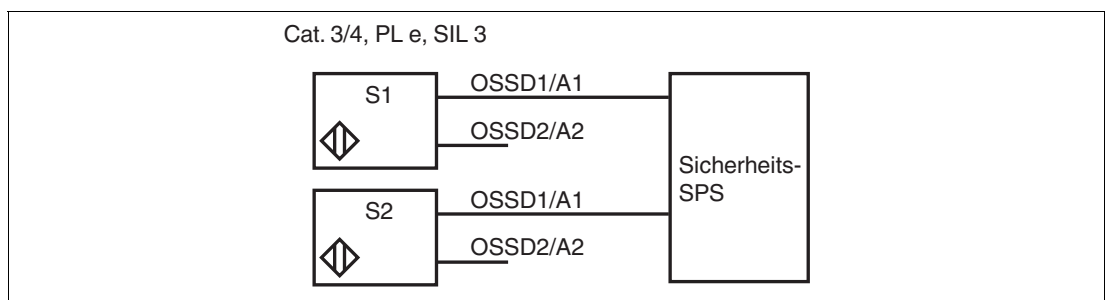

Abbildung 4.3 Beispiel für einen Sicherheitskreis über die Ausgänge OSSD1 von 2 Sensoren
- Falls Sie den Sensor in einem Sicherheitskreis für Kategorie 3/4, PL e, SIL 3 verwenden, schließen Sie 2 Sensoren über ihre OSSD1-Ausgänge an, siehe Abbildung 4.3.